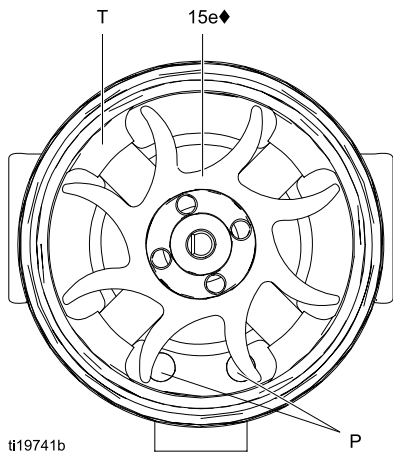

Figure 34 风扇方向
7. 将线圈组件 (15a) 固定在工作台上，使风扇端朝上。使用宽边螺丝刀撬开转轴 (S) 上的风扇 (15e)。
10. 将新的底部轴承 (15b1◆) 安装在轴 (S) 的较长端。轴承的较平侧面必须背向磁铁 (M)。装入线圈 (15a)，使轴瓦与线圈表面齐平。
12. 将线圈组件 (15a) 固定在工作台上，使风扇端朝上。将风扇 (15e◆) 按压在转轴 (S) 较长端上。风扇叶片必须按照说明进行定向。
13. 小心地将线圈组件 (15a) 压入外壳 (15d◆) 前端。3 线连接器 (PC) 必须位于外壳护耳宽槽孔 (W) 下方，如图 35 所示。确保线圈定位销 (P) 按照图 34 进行定位。
14. 旋转风扇 (15e)，使扇叶清洁外壳背部的四个轴承止动舌 (T)。确保底部轴承 (15b1◆) 与止动舌对准。